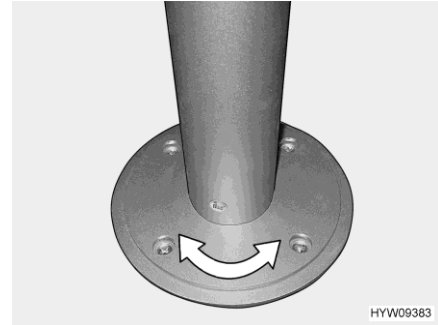

Fig. 56 Base de pedestal (giratoria)
- Girar el tablero de la mesa a la posición deseada. Para ello, se requerirá un poco de esfuerzo ya que el tablero de la mesa gira contra la resistencia por fricción en la base de pedestal (Fig. 56).